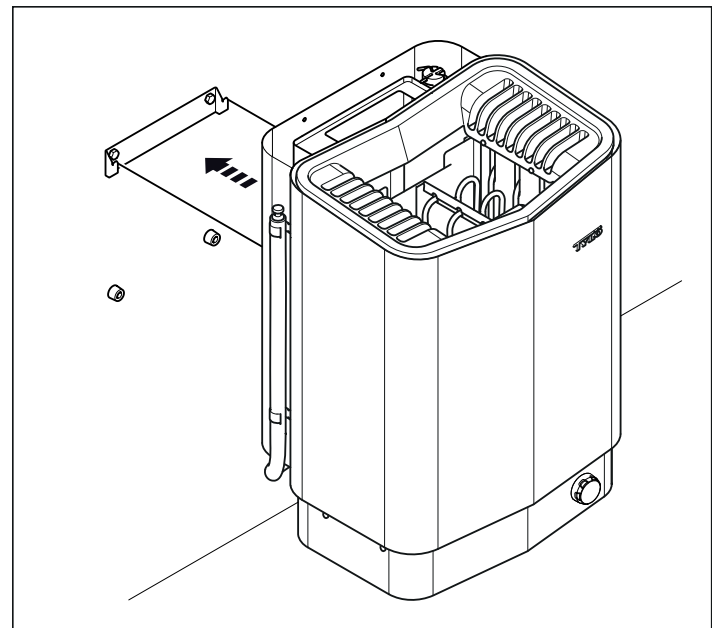

Abbildung 11: Hängen Sie die Heizung auf.
- Hängen Sie die Heizung an der Halterung auf (siehe Abbildung 11).